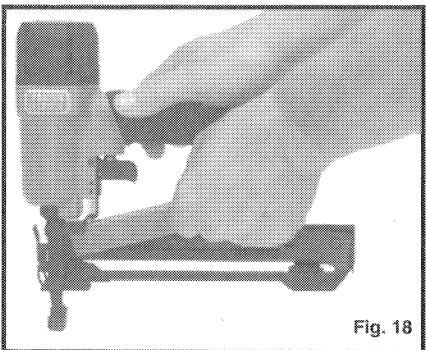

Fig. 18
3. Meta una tira de sujetadores en la vía de guía (vea la Fig. 18).